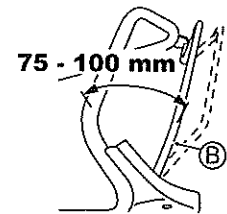

Fig. 26.
Ajuste de maneira que a máquina se movimente (a embreagem de acionamento está acoplada) quando a distância entre a alavanca da embreagem de acionamento (B) e a manopla for de 75 - 100 mm, como mostrado na fig. 26.